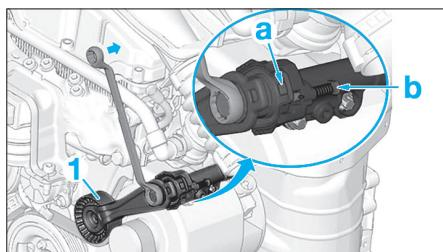

Fig. 1
- Agir sur le tendeur dynamique (1) (Fig.1) dans le sens horaire, jusqu'à faire coïncider l'encoche (a) avec la piste (b); puis appuyer sur la piste (b), afin de l'enclencher dans l'encoche (a).
- Débloquer la roue de friction (2) d'entrée de pompe à eau en tirant sur la languette (f).
- Agir sur le tendeur dynamique (1) (Fig.1) afin que la piste (b) reprenne sa position initiale.